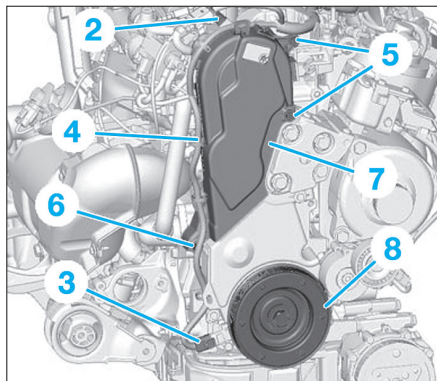

Fig. 9
- Dégrafer et écarter le faisceau électrique (4).
- les vis (5),
- l'écrou (6),
- le carter supérieur de distribution (7).
- Débrancher les connecteurs (2) et (3) (Fig.9).